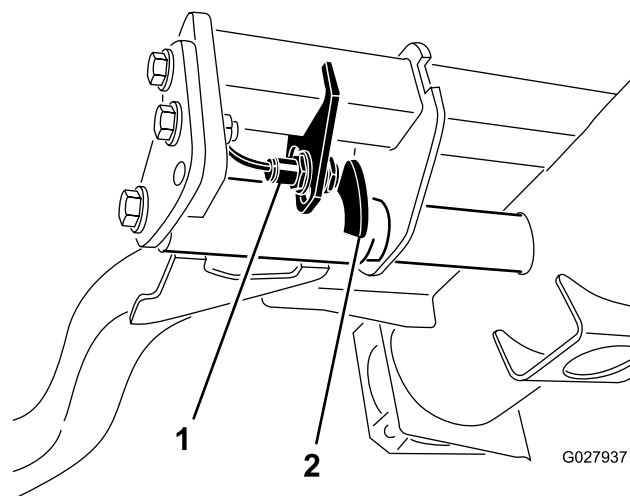

Figura 39
2. O interruptor do braço de elevação encontra-se por baixo do depósito hidráulico por trás do braço de elevação direito dianteiro (Figura 39).